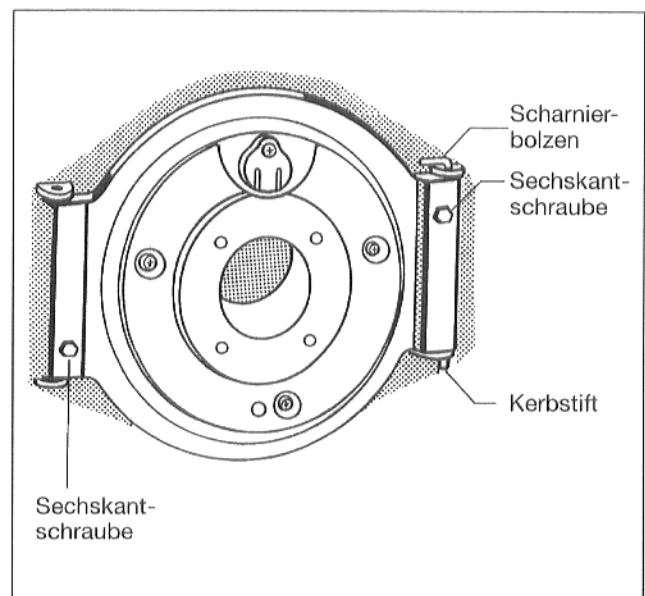

Abb. 5
- Tür öffnen und Scharnierbolzen herausziehen (Abb. 5).
- Kerbstift unten in der Brennertür von rechts nach links wechseln (Abb. 5).
- Brennertür schließen und mit Sechskantschrauben verschrauben – Anzugsmoment 10 max. 15 Nm (Abb. 5).